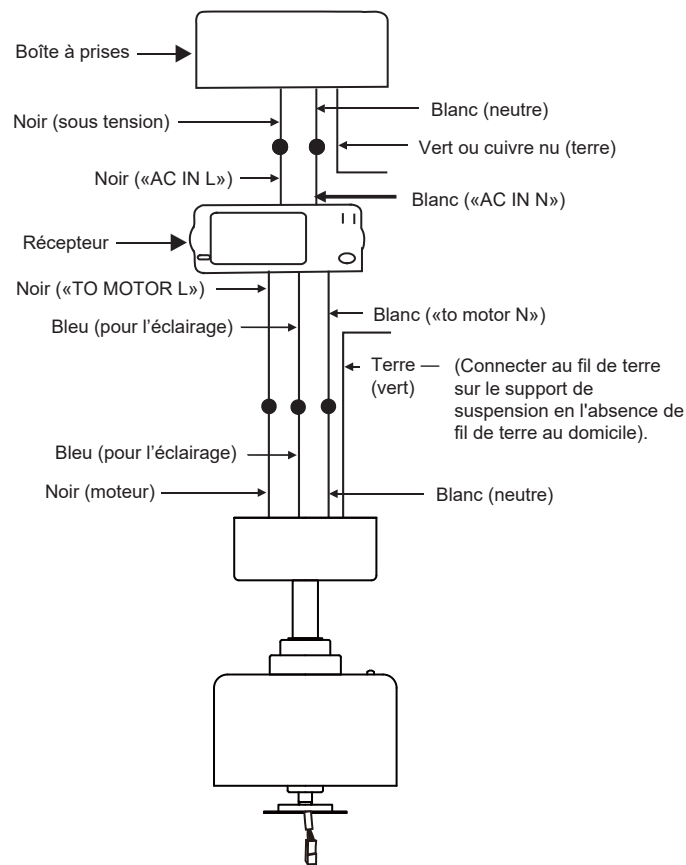

Fig. 14
**Étape 2.** Connexions électriques entre le moteur et le récepteur : (Fig. 14)
**Étape 3.** (Fig. 14) Connexions entre récepteur et fils d'alimentation du domicile :
**Étape 4.** (Fig.14) Si la boîte à prises a un fil de masse (vert ou cuivre nu), le connecter aux fils de mise à la terre du ventilateur : en l'absence de ce fil, connecter le fil de mise à la terre du ventilateur au support de montage. Sécurisez la connexion du fil avec l'écrou en plastique (fourni). Après avoir connecté les fils, séparez-les de sorte que les fils verts et blancs se trouvent sur un côté de la boîte à prises et les fils noirs et bleus de l'autre côté. Introduisez prudemment les raccordements des fils dans la boîte à prises.